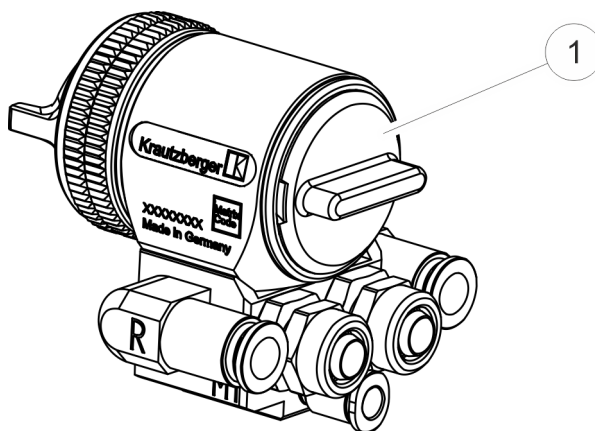

Fig. 5: Tappo di copertura
4. ➡ Ruotare il tappo di copertura (Fig. 5/1) in senso orario fino a incontrare una leggera resistenza.